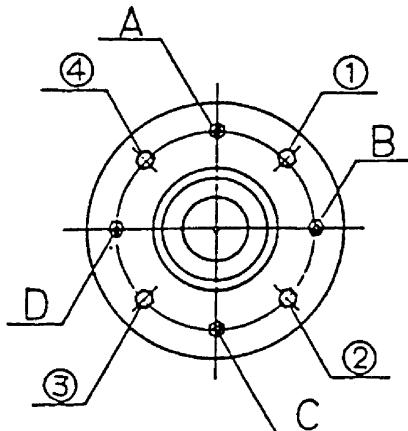

図 9-9
9.3.6 ドラムの芯出し調整 (図 9-9)
- ・ 主軸ベアリングケースを止めている取付けボルト及びナット 4箇所(A～D)と、調整ボルト及びナット 4箇所(①～④)で調整します。(図 9-9)
- ・ 例えば、ドラムの口金を機械正面より見て右に寄せたい場合、③,④と A,C,D のナットを少し緩め、③,④のボルトをドラムの口金を見ながら締め込みます。
- ・ 調整が終わったら、③,④と A,C,D のナットを締め込みます。
後方へ抜いてください。(図 9-9)